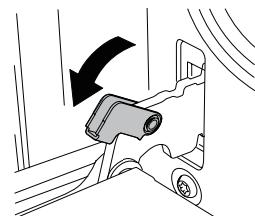

Figura 1
1. Per rimuovere lo sportello, aprirlo fino all'angolo massimo. Quindi tirare all'indietro la linguetta della cerniera dello sportello (Figura 1)